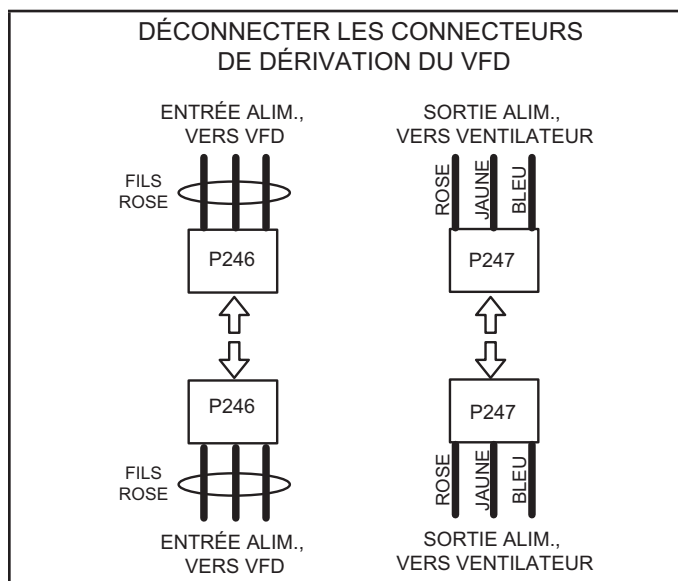

FIGURE 42
- 3 - Déconnecter P246 de P246 (alimentation du VFD) et P247 de P247 (alimentation sortant du ventilateur). Voir FIGURE 42.